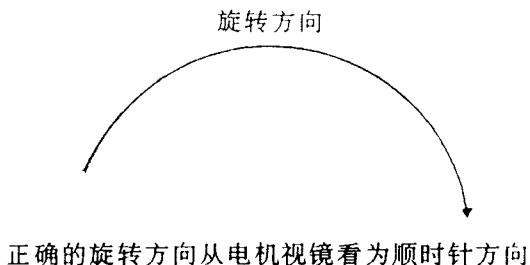

图21 启动时电机正确的旋转方向
- 3、启动柜接通后,电机就开始转动,检查电机是否顺时针旋转(图21)。